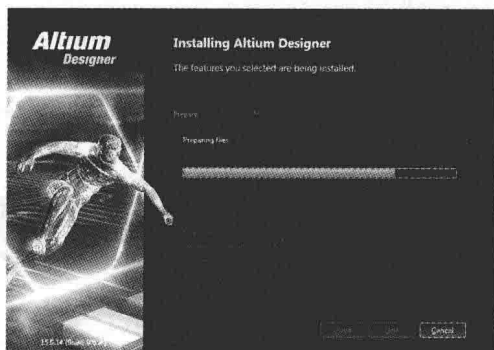
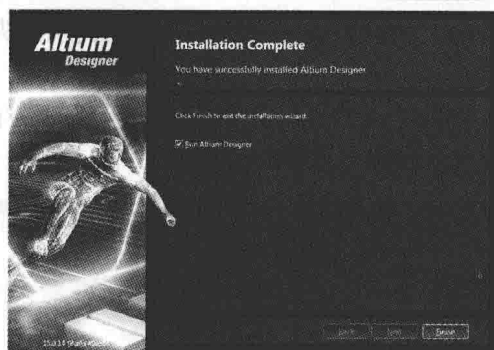

图 1-6 安装 Altium Designer
图 1-7 安装结束对话框
(6) 单击 **Next** 按钮, 系统开始安装, 如图 1-6 所示, 进度条表示了安装过程大致需要的时间。安装完毕后, 系统弹出如图 1-7 所示的软件安装结束对话框。
(7) 单击 **Finish** 按钮, 即完成了 Altium Designer 的安装, 并自动运行。